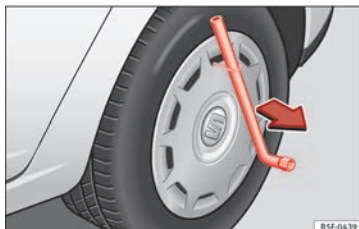

Bild 62 Avlägsna hjulsidan.
- Demontera hjulsidorna med hjälp av wirekroken » » **bild 62**.